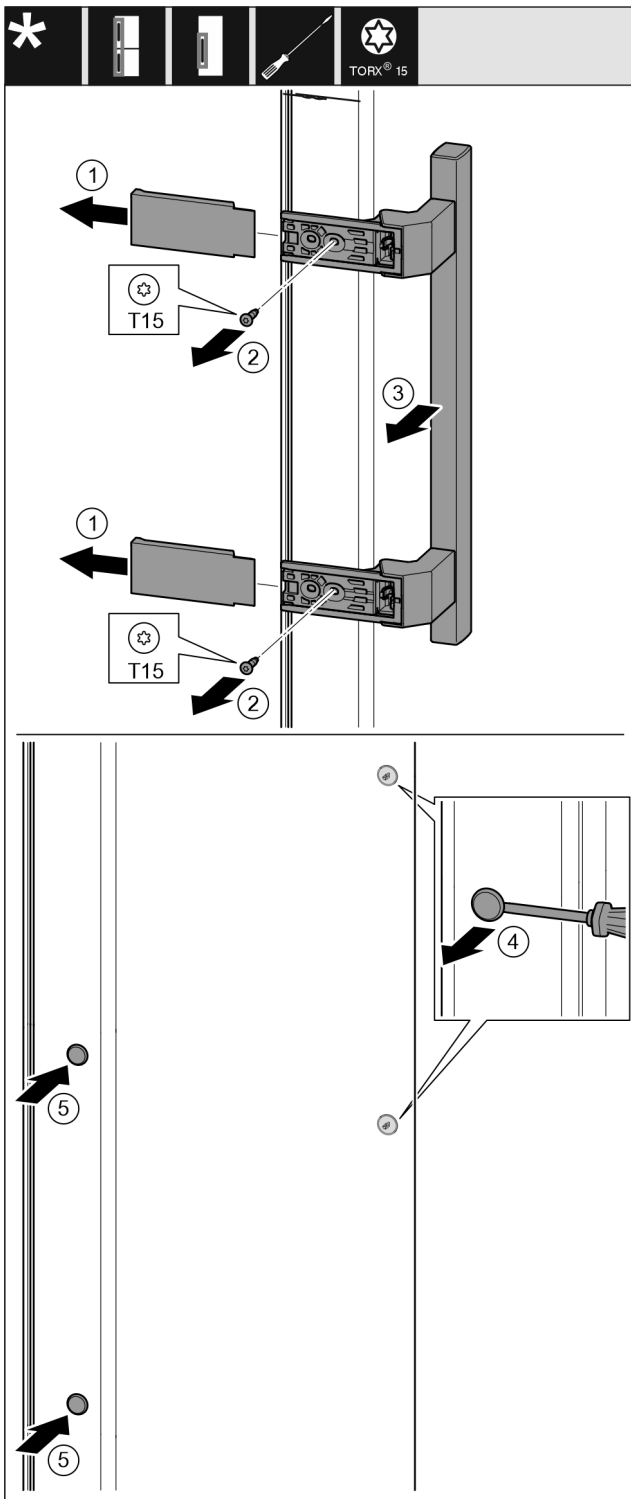

Fig. 15
- ▶ Abdeckung abziehen. Fig. 15 (1)
- ▶ Schrauben mit Schraubendreher Torx 15 herausdrehen. Fig. 15 (2)
- ▶ Griff abnehmen. Fig. 15 (3)
- ▶ Seitlichen Stopfen vorsichtig mit einem Schlitzschraubendreher anheben und herausziehen. Fig. 15 (4)
- ▶ Stopfen auf der anderen Seite wieder einsetzen. Fig. 15 (5)